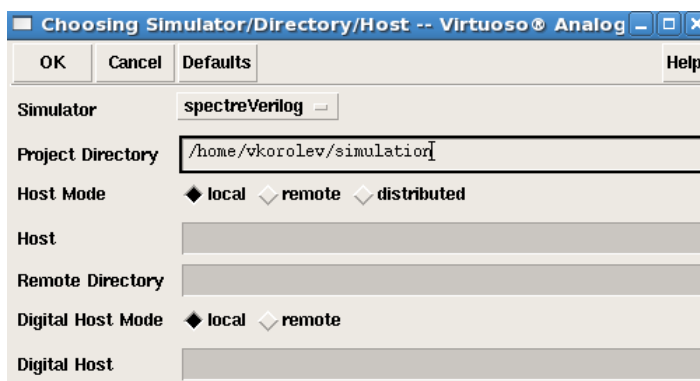

Рис. 7.3. Выбор симулятора.
- Выберите *spectreVerilog* в поле *Simulator* появившейся формы и нажмите *OK* (рис. 7.3).